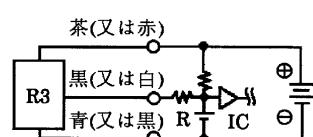

図6 容量性負荷に電流制限抵抗Rを入れた例。
- 容量性負荷（コンデンサ）を接続使用する場合には、スイッチON時に突入電流が発生しますので図6に示す保護回路を必ず設けてください。